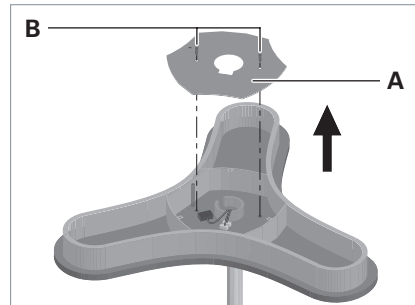

Fig. 15: Démontez le couvercle de la tête du luminaire.
- ▶ Dévissez les vis **B** du couvercle **A** et enlevez le couvercle, voir Fig. 15.